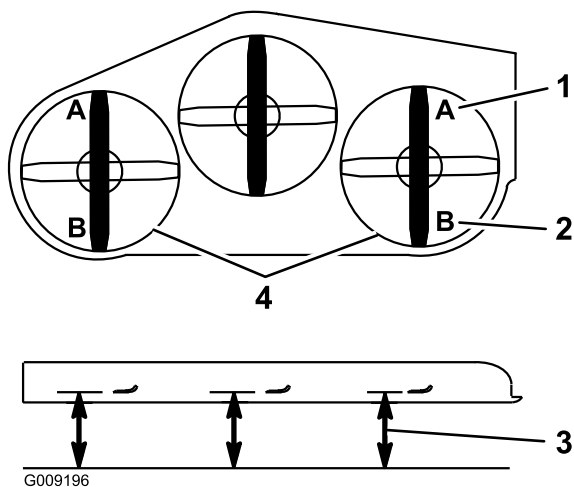

Figura 85
Nota: La distancia debe ser de 7,6 cm; consulte Figura 85.
15. En ambos lados de la carcasa, mida desde la superficie nivelada hasta la punta trasera de la cuchilla (Posición B). La distancia debe ser de 8,3 cm; consulte Figura 85.